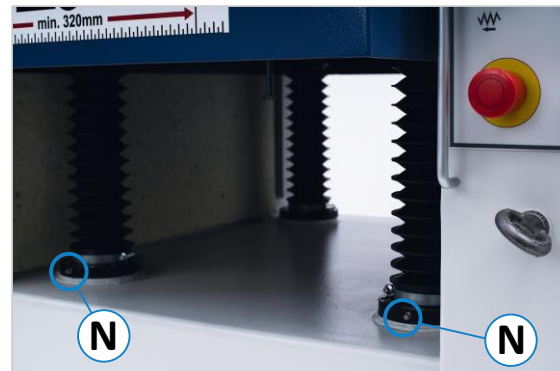

Abbildung 57: Schmiernippel Stellspindeln
- Monatlich den Dickentisch nach oben fahren und die 4 Stellspindeln (N) jeweils mit 2 Fettstößen abschmieren (⇒ Abbildung 57).